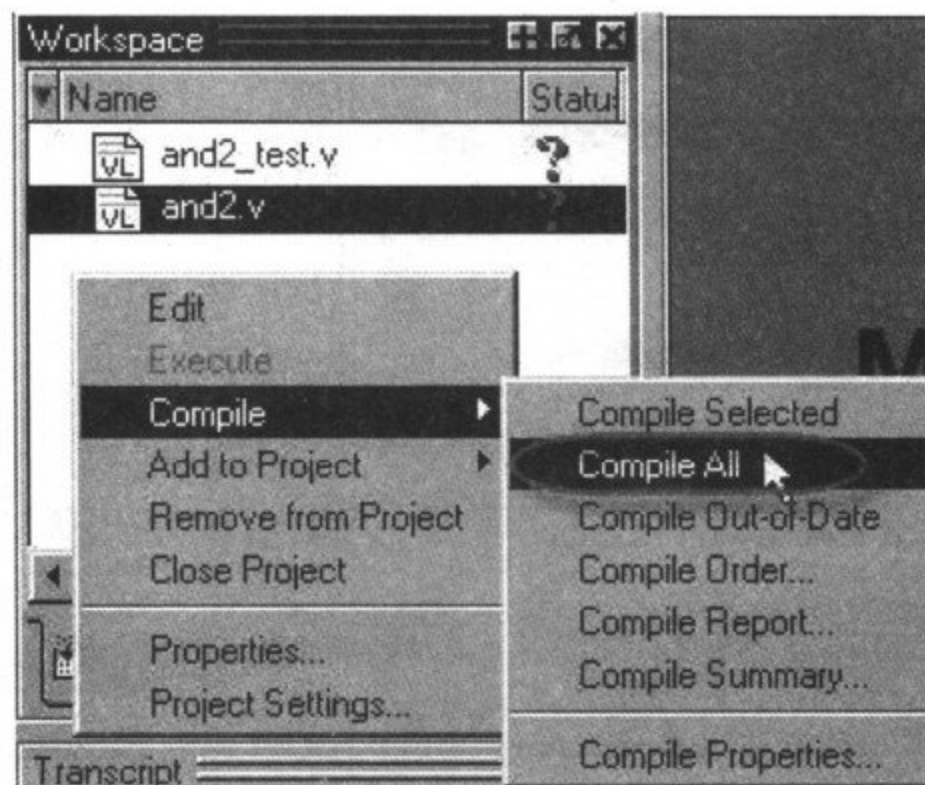

图 3-72 编译快捷菜单
(1)在 Project 选项卡内部,点击鼠标右键,出现如图 3-72 所示的快捷菜单,选择 Compile/Compile All。